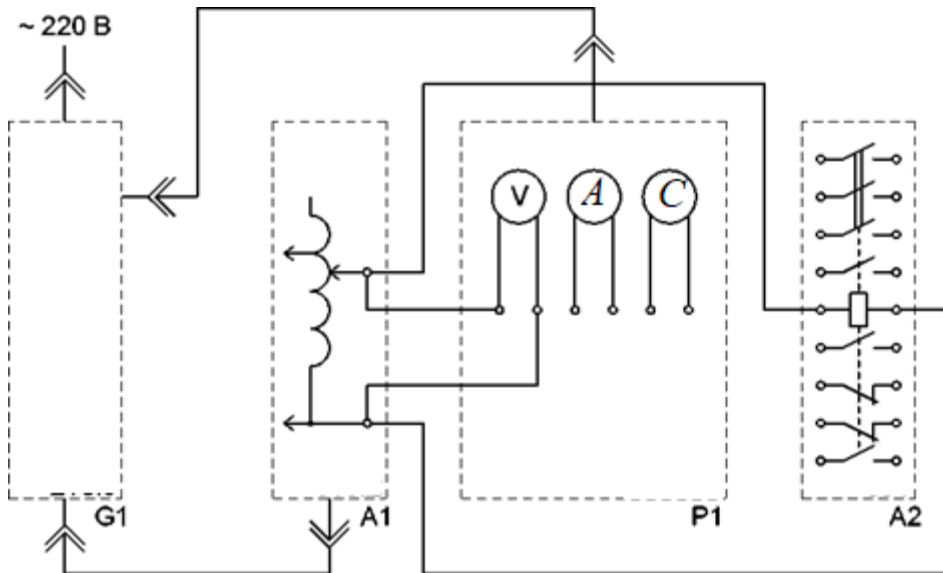
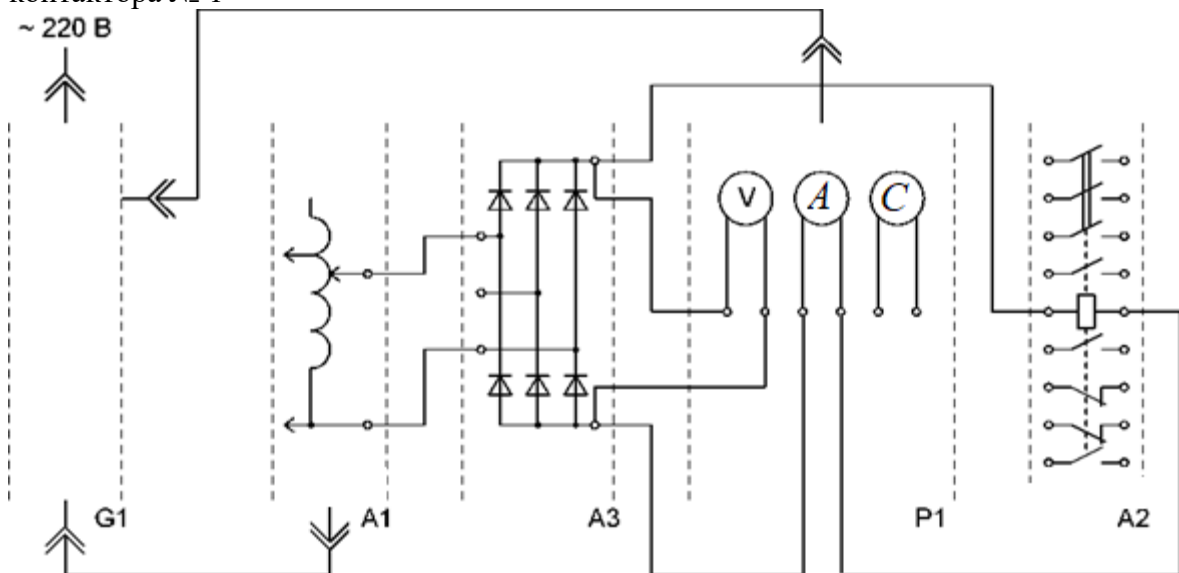

Рисунок 1.1 - Схема электрическая соединений для исследования электромагнитного контактора № 1
Рисунок 1.2 - Схема электрическая соединений для исследования электромагнитного контактора № 2
2. Соедините аппаратуру в соответствии со схемой электрической соединений (рисунок 1.1) (питание обмотки контактора синусоидальным током промышленной частоты) или рисунок 1.2 (питание обмотки контактора выпрямленным током).